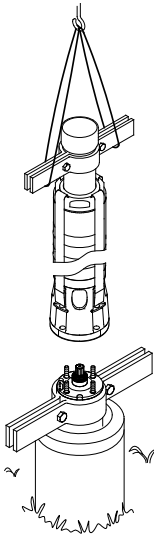

Fig. 16 Elevação da bomba para a posição correcta
- 3. Eleve a parte da bomba utilizando braçadeiras de tubo montadas na tubagem de elevação. Consulte a fig. 16.